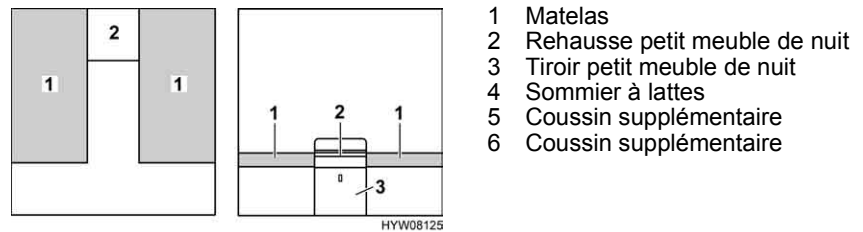

Fig. 81 Avant la transformation
- Retirer la rehausse du petit meuble de nuit (Fig. 81,2) et la mettre de côté.